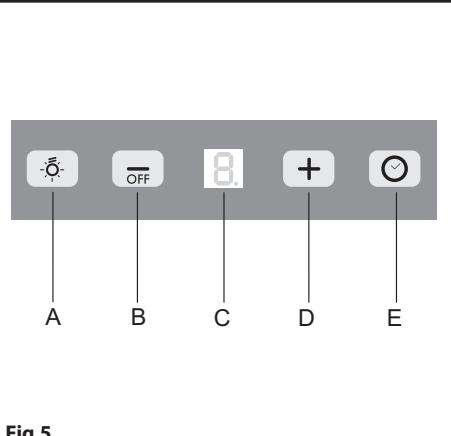

Fig.5
• Kontroller: (Fig.5)
• Vetfilters/koolstoffilters verzadigd: Fig.5